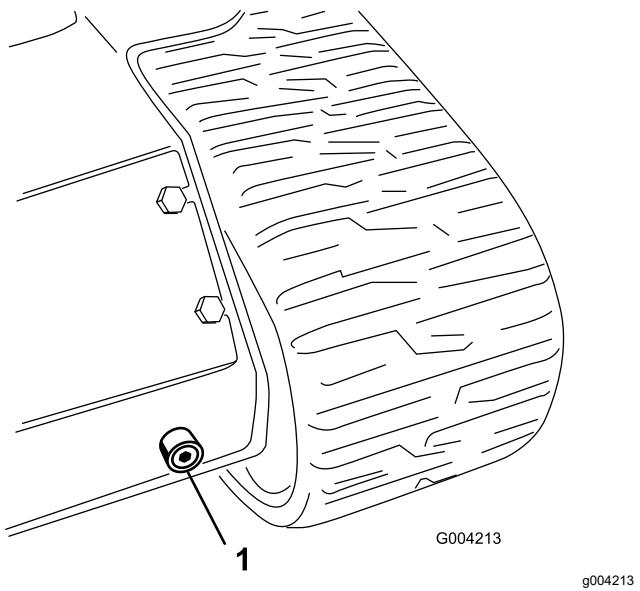

Figura 64
6. Coloque un recipiente grande (con capacidad para 57 litros) debajo del tapón de vaciado situado en la parte delantera de la máquina (Figura 64).
7. Retire el tapón de vaciado y deje fluir el aceite al recipiente (Figura 64).